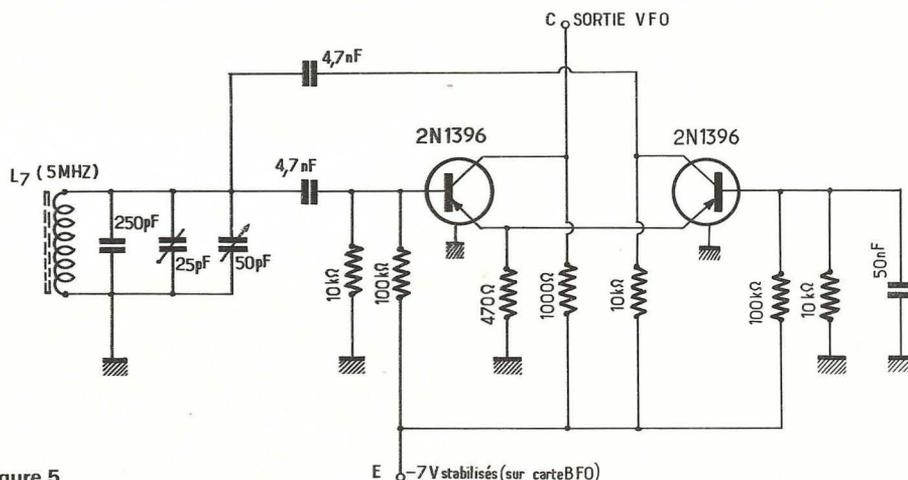

Figure 5
La figure 5 montre le schéma du V.F.O. dont le signal est injecté à l'étage mélangeur d'entrée ; deux transistors de type 2N 1396 sont montés dans un dispositif quelque peu symétrique, rappelant un tant soit peu un système multivibrateur ; les deux émetteurs sont alimentés par la même résistance de 470 ohms, les deux bases sont toutes deux polarisées par deux résistances de 100 kilohms allant au  $-7$  V régulés, et par deux résistances de 10 kilohms allant à la masse, c'est dire que les deux ponts diviseurs sont identiques ; le collecteur de l'un est relié à la base de l'autre par une liaison capacitive introduisant ainsi une certaine constante de temps, (capacité de 4,7 nF) et la présence d'un circuit oscillant (L) accordé sur 5 MHz donnant une forme sinusoïdale au signal produit par cet oscillateur ; la fréquence de ce signal d'oscillation locale est ajustée par trois capacités : une fixe de 250 pF, une ajustable qui permet de caller le milieu de la gamme amateur et la troisième variable permettant d'étaler au mieux la totalité de la gamme, car en B.L.U. il n'est pas bon de ne pas avoir un étalement suffisant de la plage de fréquence. Le CV utilisé aura de préférence une valeur de 50 pF et sera choisi de très bonne qualité.